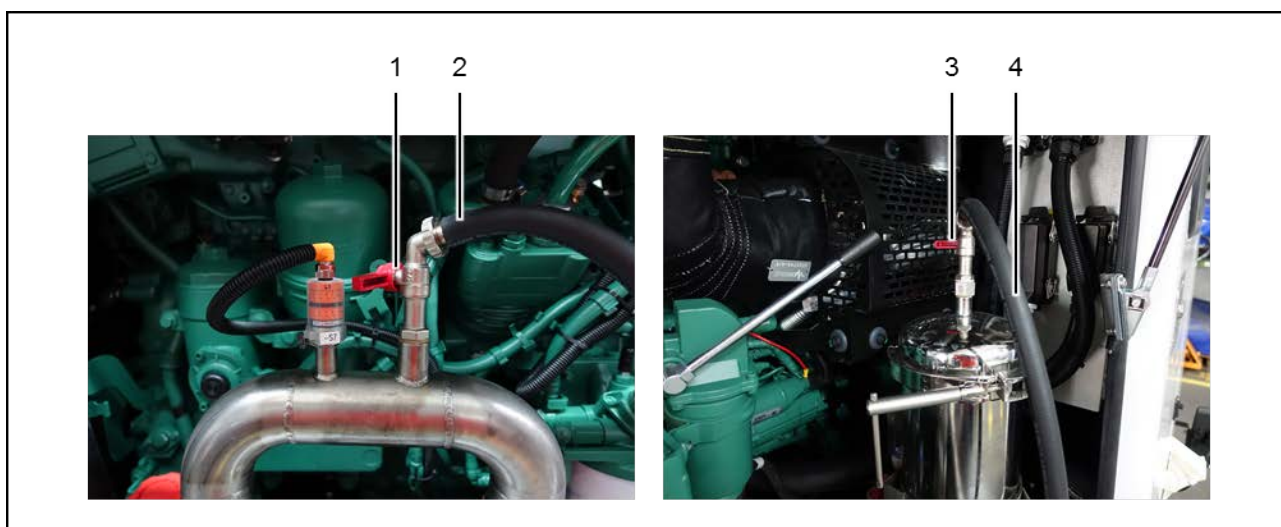

Рис. 16: удаление воздуха
10. Удалите воздух из линии подпора: для этого сначала вытяните вентиляционный шланг (Рис. 16: поз. 2) из установки.
Откройте воздуховыпускной рычаг (Рис. 16: поз. 1).
Закройте воздуховыпускной рычаг, как только из шланга пойдет равномерный поток воды (Рис. 16: поз. 2).
11. Удалите воздух из водяного фильтра: для этого сначала вытяните вентиляционный шланг (Рис. 16: поз. 4) из установки.
Откройте воздуховыпускной рычаг (Рис. 16: поз. 3).
Закройте воздуховыпускной рычаг, как только из шланга пойдет равномерный поток воды (Рис. 16: поз. 4).